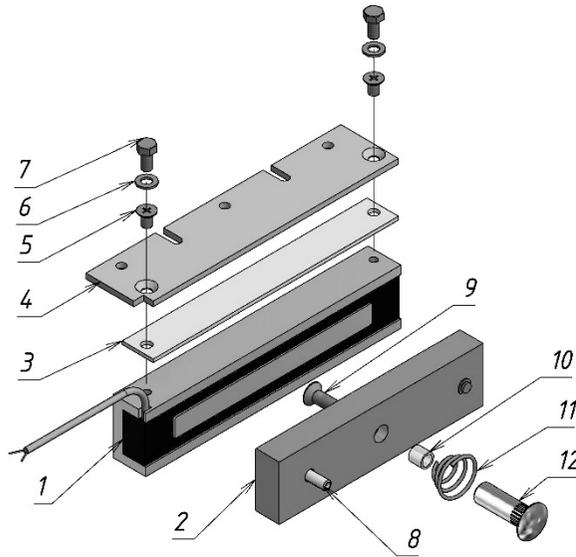
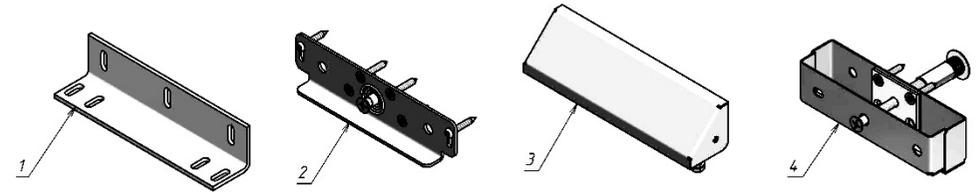
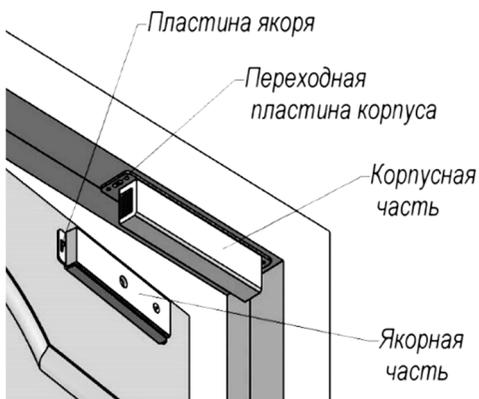

Рисунок 1 – Комплект поставки замка AL-180FB-01
Рисунок 3 – Элементы монтажа замка AL-180FB, поставляемые по отдельным заказам
Рисунок 4 – Вариант крепления корпуса замка на переходной пластине
3.2 В комплект поставки замка AL-180FB-01 (рисунок 1)
3.4 По отдельным заказам также поставляются (рисунок 3):
- L-уголок AL-150- для крепления корпуса замка (1);
- комплект 180Р- для установки якоря без сверления сквозного отверстия в двери (2);
- МК AL-150PR монтажный комплект для крепления корпуса замка (L-уголок AL-150 с декоративным кожухом (3);
- Комплект смещения якоря 180 для регулируемой установки якоря на расстоянии от 8 до 34 мм от полотна двери (4).
5.1 Корпус замка размещается в верхней части дверной коробки (рисунок 4). Крепление корпуса к дверной коробке производится с помощью переходной планки (рисунок 1 поз.4) или монтажного уголка (рисунок 3 поз.1).
5.3 При установке корпуса на переходную планку (рисунок 1 поз.4) крепление корпуса к планке выполняется винтами М5х8 (поз.5). Предварительное крепление планки с корпусом к дверной коробке выполняется саморезами через регулировочные пазы в планке.
5.4 При установке корпуса на монтажный уголок (рисунок 3 поз.1) крепление корпуса к угольнику осуществляется через переходную планку (рисунок 1 поз. 3) болтами М5х10 с шайбами (поз.5, 6).